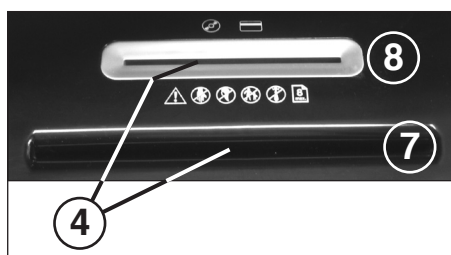

Fig. 2
- 4 = Fotocell (Framåtkörning) (Fig. 2)**
- 7 = Inmatningsöppning papper (Fig. 2)**
- 8 = Säkerhets-inmatningsöppning (Fig. 2)**
Skjut in papper till skärverket genom inmatningsöppningen (7) (Fig. 2).
**Datamedia** (CD, DVD eller kreditkort) ska skjutas fram till skärverket ett och ett genom den separat placerade säkerhets-inmatningsöppningen (8) (Fig. 2).